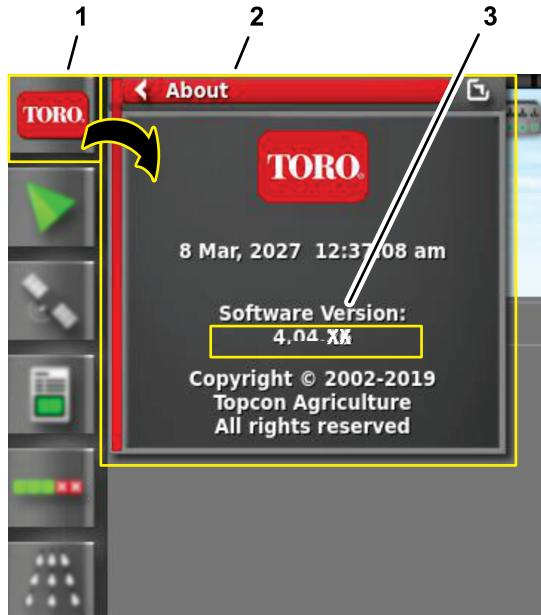

図 158
2. 制御コンソールの左上にある ABOUT (Toro) アイコンを押す図 158。